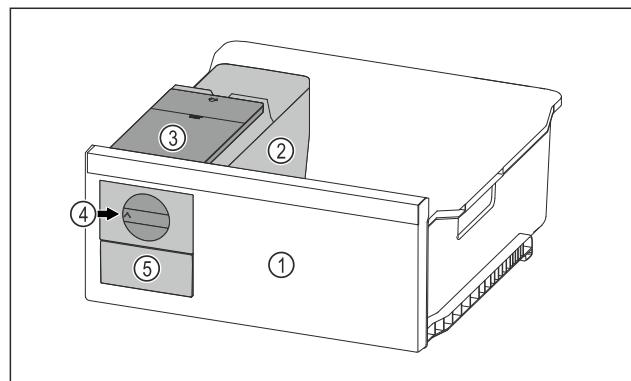

Fig. 120 Ілюстративне зображення
- Поворотну ручку Fig. 120 (4) повернути за годинниковою стрілкою до упору.
- Кубики льоду випадають із ванночки для кубиків льоду у висувному ящику для кубиків льоду Fig. 120 (5). Якщо не всі кубики льоду виймаються з ванночки для кубиків льоду: